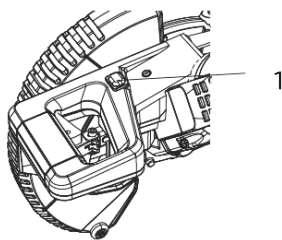

Рис. 25
Для включения лазера перевести кулисный переключатель (1) в положение ON (ВКЛ.) (рис. 25).